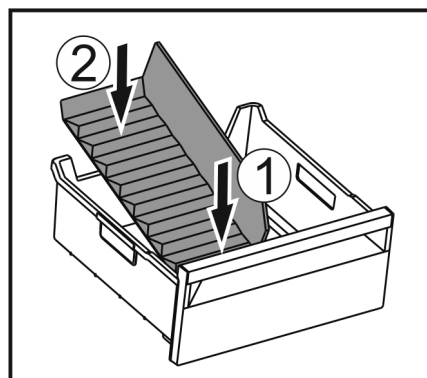

Fig. 185
- ▶ Aseta jäälaatikon jakajan etuosa paikalleen. Fig. 185 (1)
- ▶ Laske jäälaatikon jakajan takaosa vetolaatikon pohjalle saakka. Fig. 185 (2)